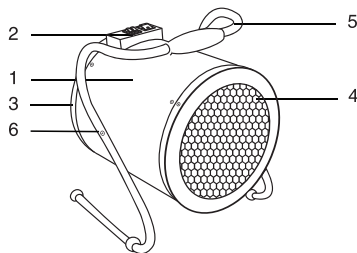

Рис. 1
Несущая конструкция тепловентилятора (см. рис.1) состоит из кожухов наружного (1) и внутреннего, изготовленных из листовой стали и имеющих цилиндрическую форму. Во внутреннем кожухе размещены вентилятор и трубчатые электронагревательные элементы. Снаружи кожуха расположен корпус блока управления (2). Кожух наружный, закрытый воздухозаборной (3) и воздуховыпускной (4) решетками, винтами устанавливается к ручке-подставке (5) и имеет возможность поворота в вертикальной плоскости. Угол поворота фиксируется гайками (6). Вентилятор затягивает воздух через отверстия воздухозаборной решетки. Воздушный поток, втянутый вентилятором в корпус, проходя между петлями трубчатых электронагревательных элементов, нагревается и подается в помещение через отверстия воздуховыпускной решетки.